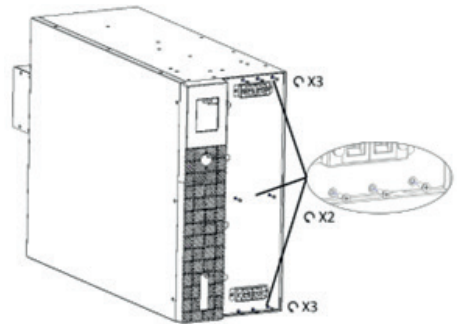

Рисунок 11
2. Отвинтите и снимите кронштейн крепления батареи с помощью крестовой отвертки (рис. 11).